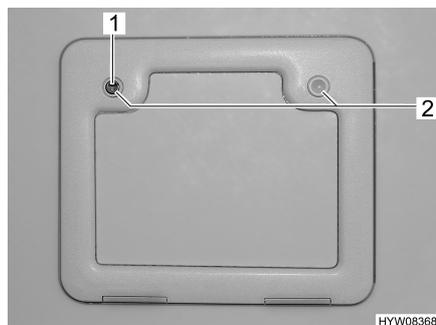

Fig. 12 Sportello esterno cassetta Thetford
- Inserire la chiave nel cilindro della serratura a pressione (Fig. 12,1) e ruotare di un quarto di giro.
- Premere contemporaneamente con i pollici entrambe le serrature a pressione (Fig. 12,2) e aprire lo sportello esterno.
- Inserire la chiave nel cilindro della serratura (Fig. 12,1) e ruotare di un quarto di giro.